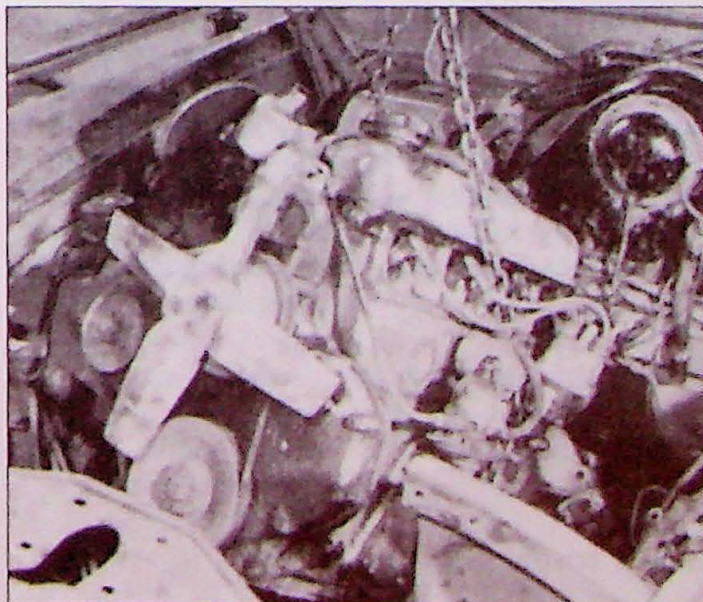
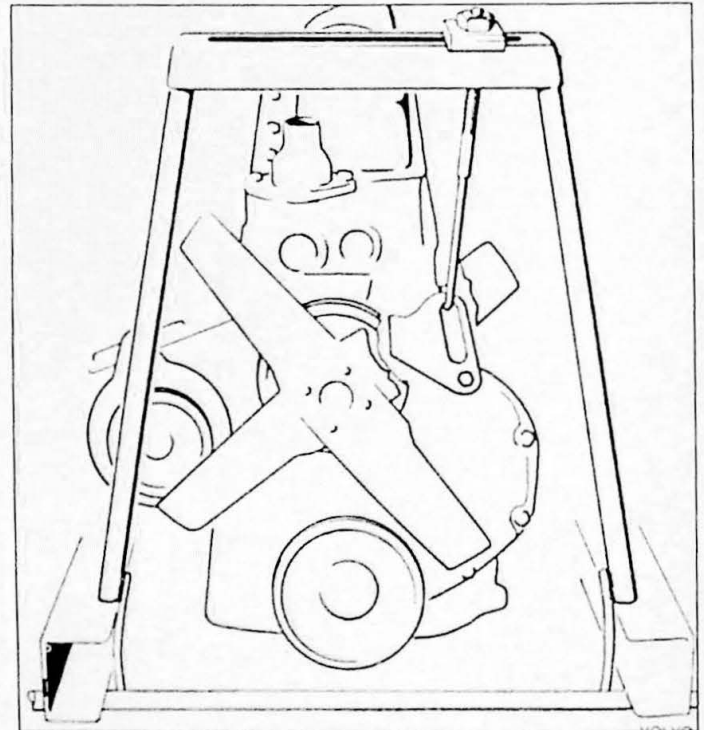

Fig. 2.2. Uitlichten van de motor
Fig. 2.4. Lichtbeugel SVO 2727
20. Breng de motortakel SVO 2425 aan en licht de motor eruit. Als alternatief voor dit gereedschap kan een stevige ketting worden gebruikt die aan beide kanten op goede vaste plaatsen wordt bevestigd (Fig. 2.2.) aan het motorblok zoals het lichtoog in Fig. 2.4. Let op dat het hijswerktuig (kettingratel, lier of iets dergelijks) zodanig aangrijpt dat het getakelde blok in evenwicht hangt.
1. Breng de plaat van de lichtbeugel SVO 2727 aan bij de bovenste bout van het distributiedeksel. Plaats de lichtbeugel en maak de haak vast volgens Fig. 2.4. Verhoog de voorkant van de motor zodanig dat de motorsteunen onbelast zijn. Neem de oliepeilstok eruit.